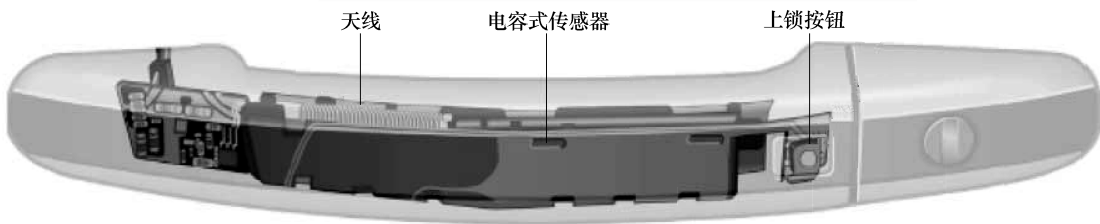

图 5-4-16 车门外把手结构示意图
① 点火钥匙。点火钥匙没有钥匙齿，因为通过推按动作而不是转动动作起动车辆。按下进入及起动许可开关(E415)上的起动按钮时，各个端子电压(端子 S, 端子 15)产生，点火钥匙通电，车辆可以起动。按下起动按钮可打开下列开关位置：
② 车门外把手。在豪华装备的车辆上，天线、传感器和上锁按钮都位于车门外把手内，如图 5-4-16 所示，无需主动操纵带已授权的无线遥控器的点火钥匙就可以打开或关闭车门。